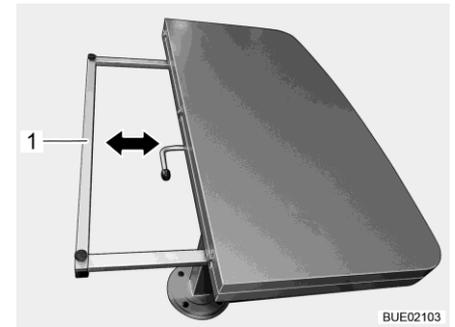

Bild 134 Tischplatte verkleinern
- Den Stützrahmen (Bild 134,1) auf beiden Seiten halten und gleichmäßig bis zum Anschlag unter die Tischplatte schieben.